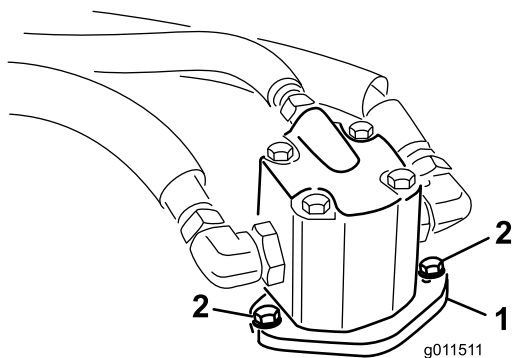

Figura 1
2. Retire os parafusos que fixam o motor hidráulico à plataforma (Figura 1). Eleve o motor da plataforma e coloque-o numa superfície limpa, fora do caminho. Não danifique o acoplador de alumínio.